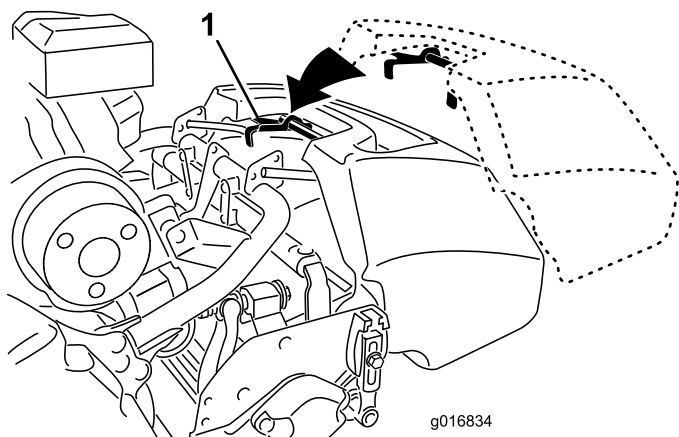

图9
1. 抓住集草斗的手柄(图9)。
2. 将集草斗凸缘放入滚刀组侧板之间，前滚筒之上(图9)。
3. 将集草斗钩安装到环形机架上(图9)。